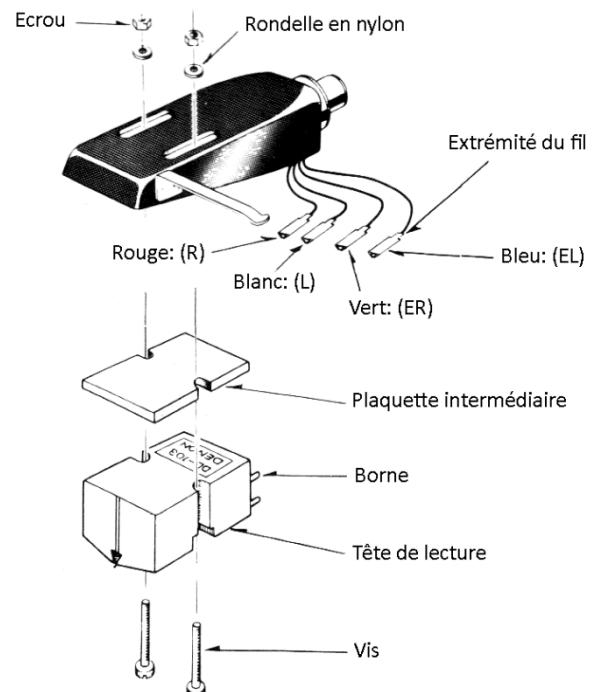

Fig. 3 Fixation de la cellule sur la coquille
Lorsqu'une tête de lecture doit être monté sur cette platine, suivez les instructions du manuel concernant la tête de lecture à employer et référez-vous à la Fig. 3 ainsi qu'aux instructions suivantes.
- (1) Prenez soin à effectuer des branchements corrects selon la couleur des fils, comme l'indique la Fig. 3.